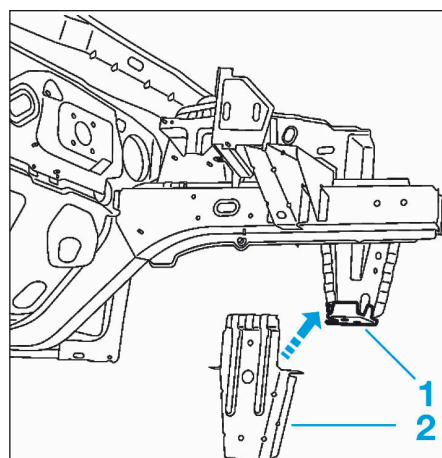

FIG.30
- Fixer le support de berceau (1) sur le berceau (Fig.30).
- Solder le support de berceau (1) sur la fermeture de longeron.
- Mettre en place le boîtier (2) et souder l'ensemble.